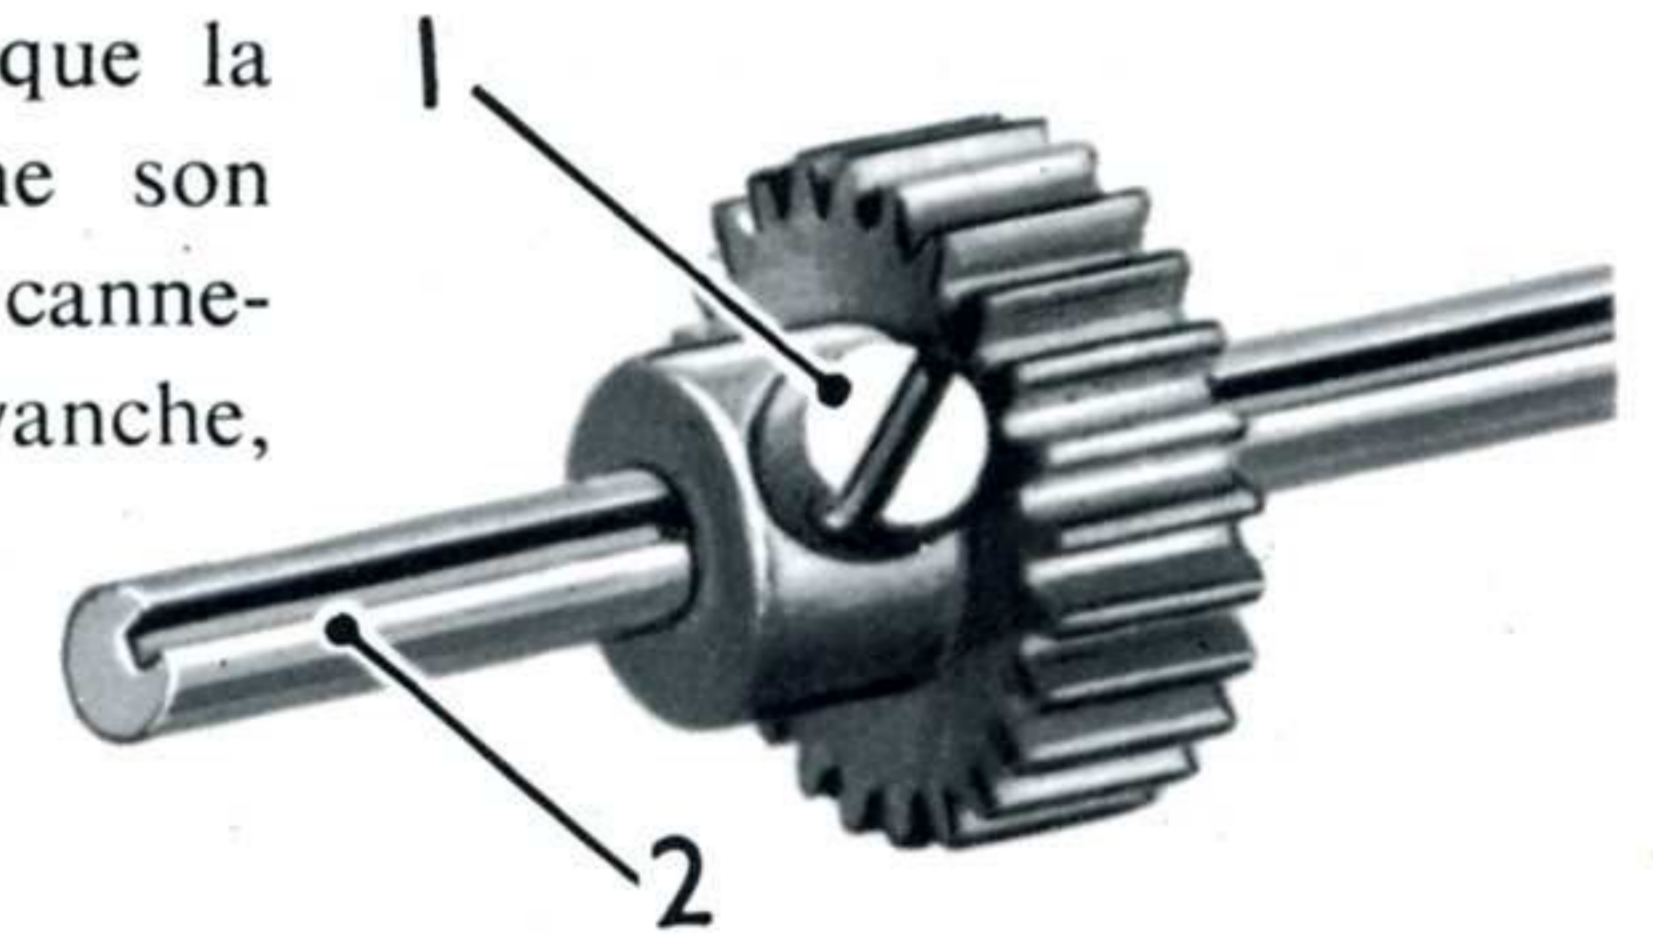

Fig. 6
Ces pièces, que montre la figure 6, permettent à une roue dentée ou à un pignon de coulisser sur une tringle tout en continuant à tourner avec elle. Le boulon spécial (1) est vissé dans le moyeu de de l'engrenage, de façon que la petite cheville qui termine son extrémité s'engage dans la cannelure de la tringle (2). En revanche, quand les pièces doivent être bloquées sur une tringle à cannelure, il va de soi que leur vis d'arrêt doit être placée du côté opposé à la cannelure.